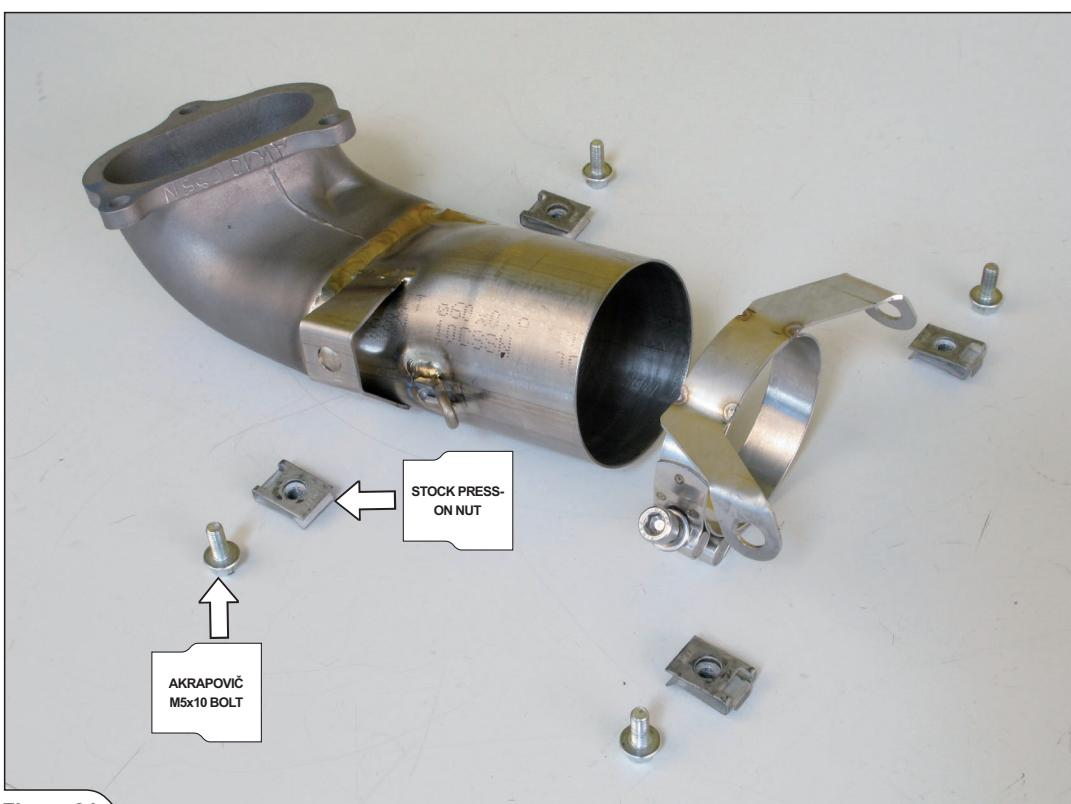

Figure 24
1. オリジナルの圧入ナットとAkrapovič取り付けキットに付属のクランプとボルトを使用して、オリジナルのヒートガードをフロントマニホールドパイプに取り付けます。スプリングを図に示されているように取り付けます（図 24、25）。